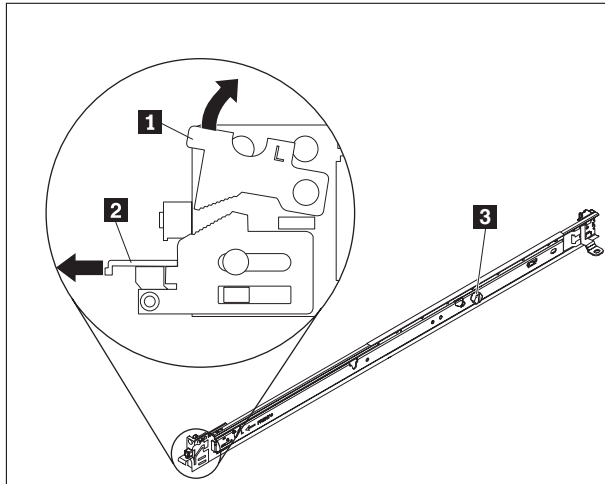

Figura 6. Vista dos trilhos deslizantes
1. Abra as travas do trilho deslizante frontal, conforme mostrado na Figura 6 na página 16.